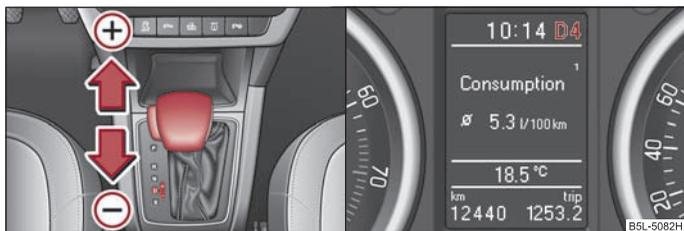

Fig. 120 Leva selettore: cambio manuale delle marce / display informativo: Cambio manuale delle marce
⇒ fig. 120 lato destro.
- Con un tocco, premere la leva selettore (già nella posizione Tiptronic) in avanti ⇒ fig. 120 (+) - lato sinistro.